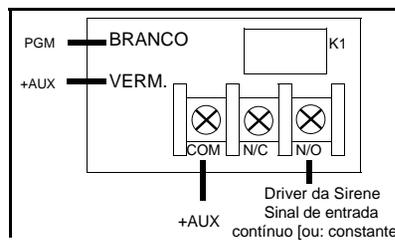

FIGURA 7: Sinal breve na atuação do Keyfob/Armar por Chave.
(4) **Sinal Breve na Atuação do Keyfob/Armar por Chave** - Programar essa função para que o Keyfob sinalize com um (1) sinal breve a operação de armar a central, e com dois (2) sinais breves, a operação de desarmar. As ligações elétricas são apresentadas na Figura 7: